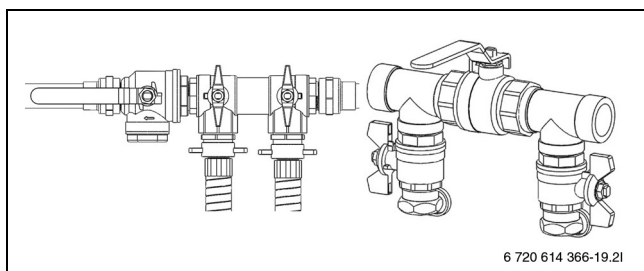

Bild 25 Påfyllnadssatser i påfyllningsläge
► Vrid ventilerna på påfyllnadssatsen så att de står i påfyllningsläge (→ Bild 25).